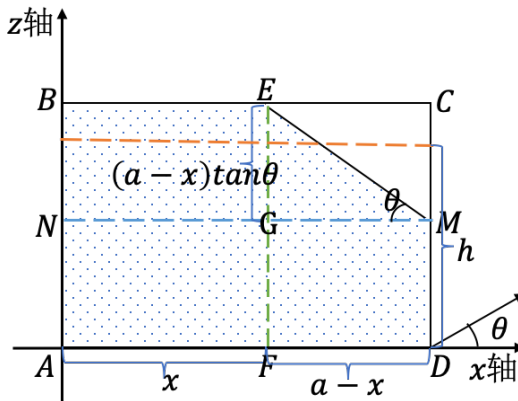

图 10：油面形状为五边形示意图
(5) 油面呈现为“五边形”：  $h_k(t) \leq \frac{c_k}{2}$  且  $\theta_3 \leq |\theta| \leq \theta_4$ ，如图 10 所示。